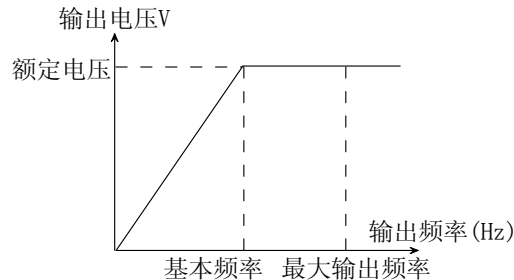

图 5-0-1 输出频率与输出电压关系图
- ◆ 基本频率 F_{BASE} ：当变频器的输出电压等于额定电压 U_N 时的最小输出频率，用来作为调节频率的基准。通常以电机额定频率作为基本频率的设定值。本系列变频器，基本频率 F_{BASE} 可调范围为0.10~400.0Hz。在通常运用的情况下，应按电机的额定频率选择 F_{BASE} 。在特殊运用的场合，可按使用要求设定，但此时必须特别注意与负载电机的V/F特性的配合及电机的出力要求，如图5-0-1输出频率与输出电压关系图所示。